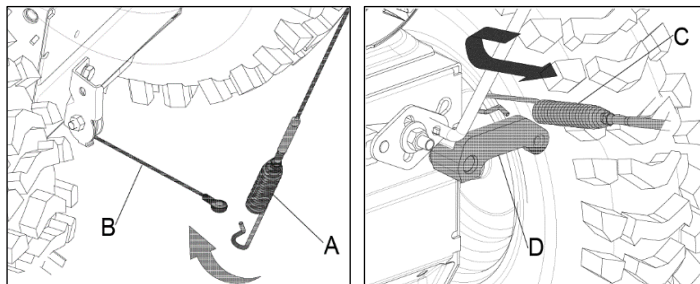

Рис. 2
1. Прикрепите левый трос от рукоятки хода (Рис. 2, А) к тросу, выходящему из коробки передач (Рис. 2, В), а правый трос от рукоятки управления шнеком (Рис. 2, С) к тяге (Рис. 2, D).